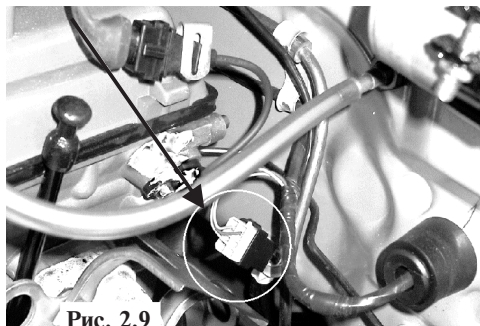

Рис. 2.9
Колодка датчика скорости для а/м ГАЗ расположена рядом с отверстием для прокладки кабеля, около рулевой колонки, рис. 2.9.
**ГАЗ** - рядом с отверстием для прокладки кабеля, около рулевой колонки, см. рис. 2.9